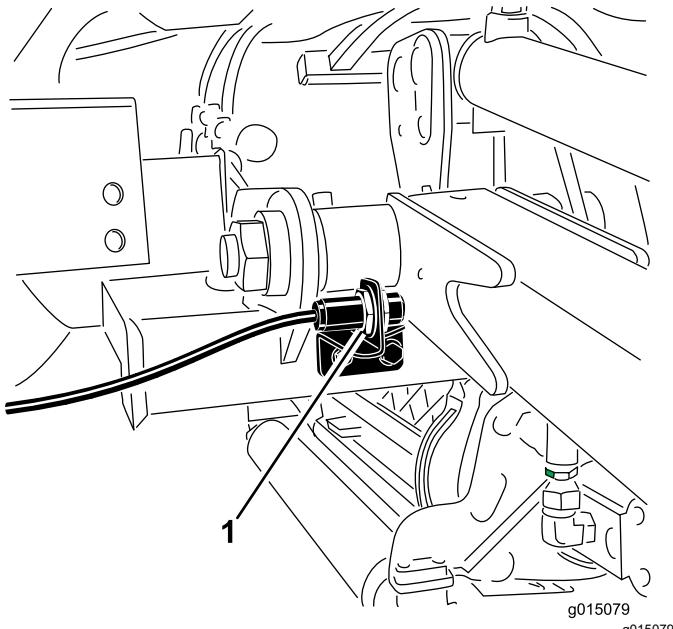

Figura 60
2. O interruptor do braço de elevação encontra-se por trás do braço de elevação direito dianteiro (Figura 60).
3. Solte os parafusos de montagem do interruptor (Figura 60) e desloque o interruptor para cima para aumentar a altura de viragem do braço de elevação ou desloque o interruptor para baixo para diminuir a altura de viragem do braço de elevação. Aperte os parafusos de montagem.